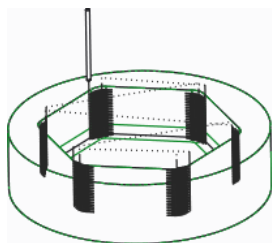

图 3.3.21 刀具路径
Step3. 单击“播放路径”对话框中的  按钮, 观察刀具的行走路线, 如图 3.3.21 所示。单击 **CL 数据** 栏可以打开窗口查看生成的 CL 数据, 如图 3.3.22 所示。